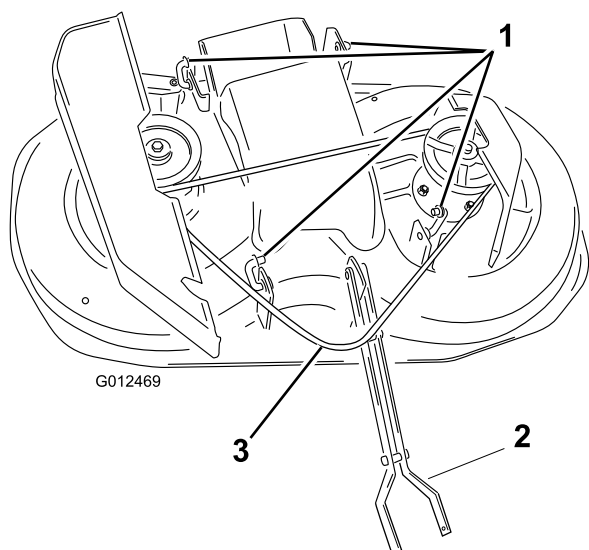

Figure 42
9. Enlevez la courroie de la poulie d'embrayage (Figure 42).
11. Retirez les goupilles des 4 fixations arrière puis déposez les fixations du tracteur (Figure 42).
Remarque: Vous pouvez laisser les fixations sur le plateau de coupe, comme illustré à la (Figure 42).